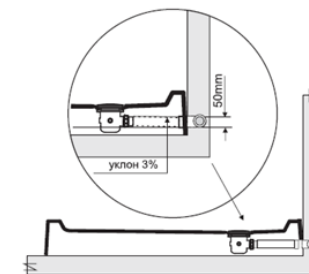

Рис. 1
**ВНИМАНИЕ!** Монтаж душевой кабины производится только на полностью подготовленное место (рис. 1,2).
7. Для обеспечения слива воды из поддона канализационная труба должна быть ниже дна поддона. Уровень канализации не должен превышать 30 мм от пола до центра канализационной трубы (рис.1).